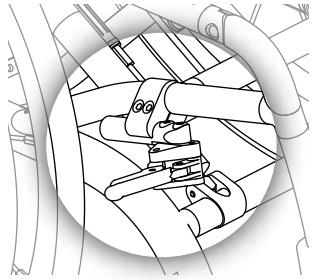

Figure 17.28
- 1 Pour engager les dispositifs de blocage des roues de style « ciseau » à la figure 17.28, tirez le levier vers la roue jusqu'à ce qu'il se bloque en place.